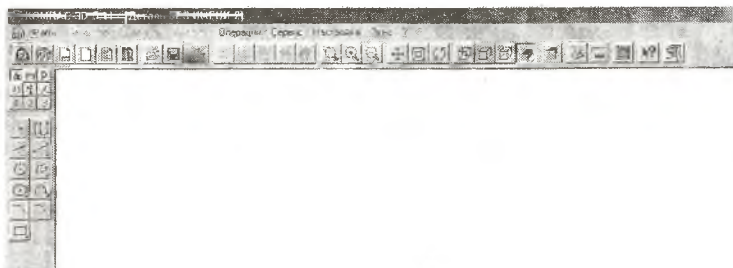

Рис. 6. Режим плоского черчения
2) Нажмите кнопку  - "**Новый эскиз**" на **Панели управления**. После этого произойдет автоматический переход к модулю плоского черчения. Значок "**Новый эскиз**" будет заменен на значок "**Закончить редактирование**" - . Произойдет также замена кнопок на **Панели инструментов** и другие изменения в интерфейсе рис. 6.